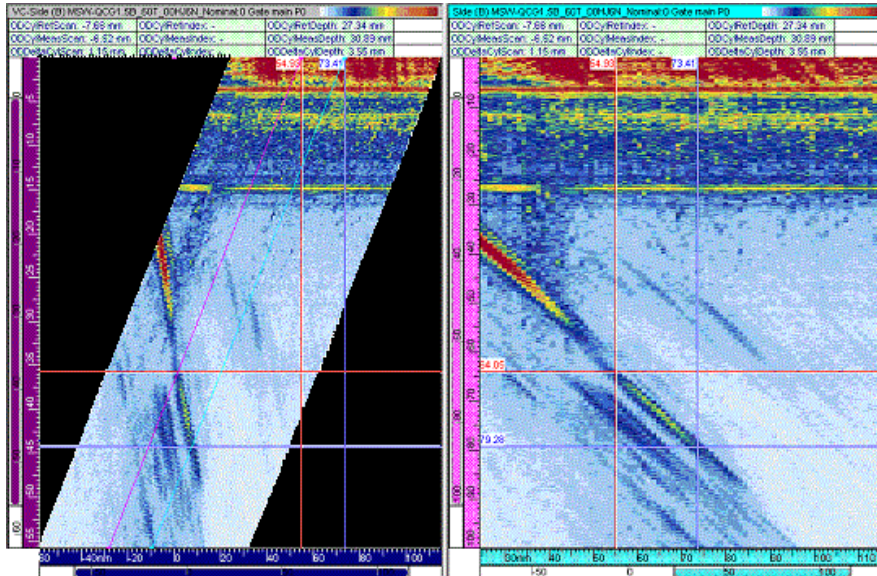

Abbildung 7-66 Zylinderkorrektur: Beispiel 1
- In den Informationsfeldern **Ref Scan Zyl AD** und **Tiefe Ref Zyl AD** wird für die benutzerdefinierte, zylindrische Geometrie in einer Vk-Seitenansicht (B) die Position (Scan- oder Tiefenachse) des durch den Schnittpunkt des horizontal rot verlaufenden Referenzkursors und des gewinkelten pinken Referenzkursors bestimmten Punkts angegeben oder in einer Vk-Seitenansicht (B) durch den Schnittpunkt des horizontal und vertikal rot verlaufenden Referenzkursors.
- In den Informationsfeldern **Mess Scan Zyl AD** und **Mess Tiefe Zyl AD** wird für die benutzerdefinierte, zylindrische Geometrie in einer Vk-Seitenansicht (B) die Position (Scan- und Tiefenachse) des durch den Schnittpunkt des horizontal blau verlaufenden Messkursors und des gewinkelten blaugrünen Messkursors bestimmten Punkts angegeben oder in einer Seitenansicht (B) durch den Schnittpunkt des horizontal und vertikal blau verlaufenden Messkursors.
- Die Informationen für die zylindrischen Geometrien berücksichtigen mehrfache Umlenkungen des Schallbündels an der Innen- und Außenfläche, unter Beachtung der Wanddicke, die der Prüfer in das Dialogfeld **Prüfteil definieren** eingegeben hat (siehe Abbildung 7-66 auf Seite 431).